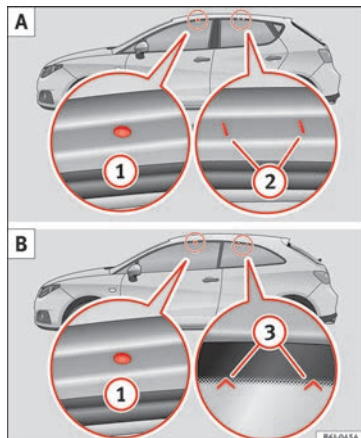

Fig. 162 Ibiza/Ibiza SC: puntos de fijación de las barras longitudinales para el portaequipajes del techo.
Los puntos de fijación delanteros y traseros ① y ② sólo pueden verse con las puertas abiertas »» fig. 162 A.
Los puntos de fijación delanteros ① sólo se pueden ver con las puertas abiertas; los puntos de fijación traseros ③ están marcados en el borde superior del cristal lateral con puntas de flecha »» fig. 162 B.